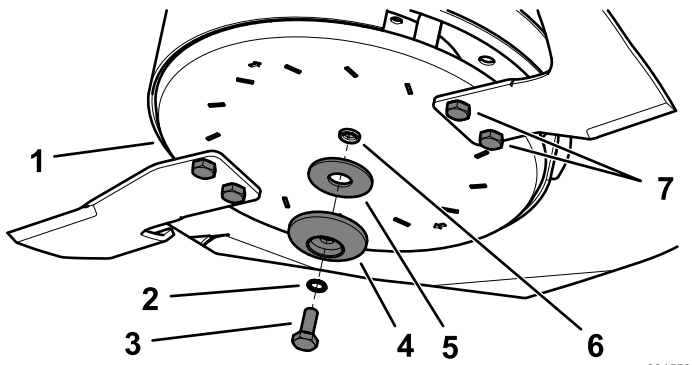

Bild 111
2. Befestigen Sie das seitliche Messer mit der vorher entfernten Scheibenschraube, der gefederten Sicherungsscheibe, dem Messerhalter und der Wellenscheibe (Bild 111).